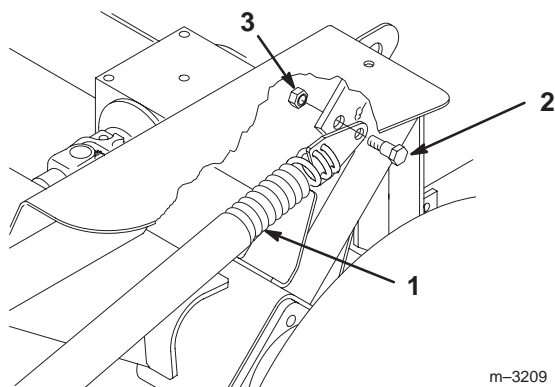

Figure 31
7. Posez les boulons à épaulement (3/8 x 7/8") et les contre-écrous (3/8") de fixation des ensembles embouts de ressort au groupe de déplacement (Fig. 31).